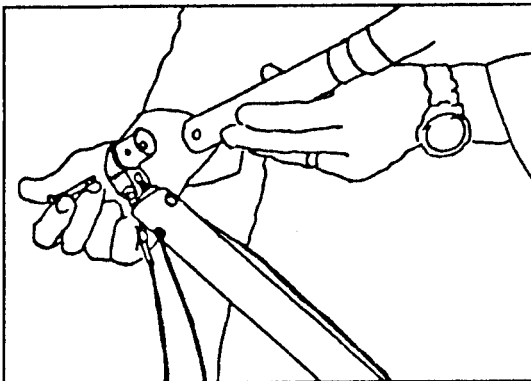

Figure 7
- 3) ÖFFNE DAS TRAPEZ UND BEFESTIGE DIE FREIEN ROHRENDEN MITTELS FLÜGELMUTTER UND SICHERUNGSRING (FIGURE 7+8).